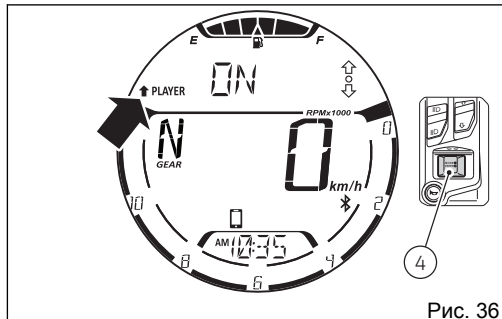

Рис. 36
Чтобы перевести плеер в режим OFF, останавливая при этом воспроизведение возможной музыкальной композиции, выберите функцию PLAYER в меню (Рис. 36). Как только функция будет указана надписью «ON», нажмите на кнопку (4).